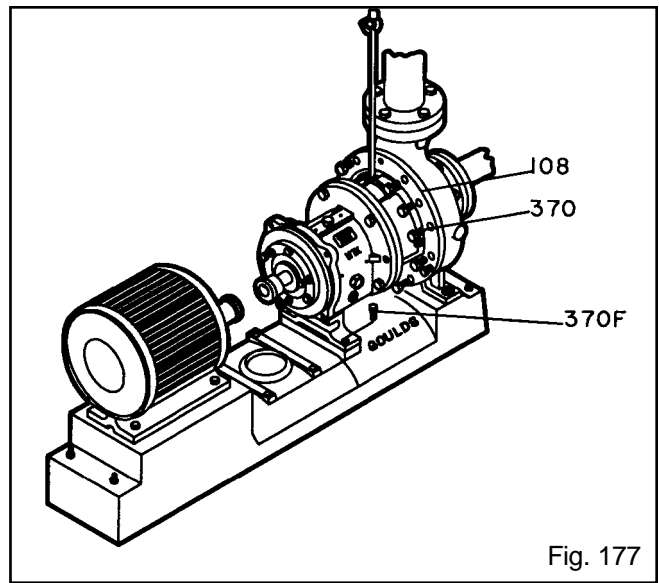

Fig. 177
4. Instale los pernos de la carcasa (370) apretándolos con los dedos. Los pernos de la carcasa (370) pueden recubrirse con compuesto antifricción para ayudar con el desarmado. Apriete los pernos de la carcasa de acuerdo con los valores de torsión de la Tabla 9. Instale los tornillos de levantamiento de la carcasa (418), apretados sin holgura (Fig. 177).